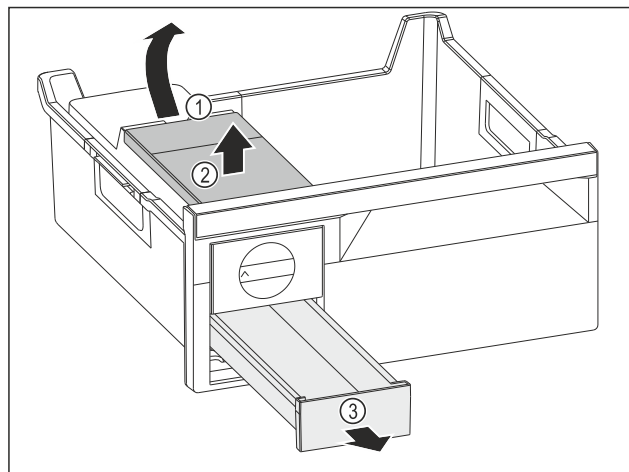

Fig. 81
- Ta ut vattenbehållaren: Lyft vattenbehållaren vid ursparingen Fig. 81 (1).
- Ta ut vattenbehållaren Fig. 81 (2) uppåt.
- Ta ut iskublådan Fig. 81 (3) framåt.